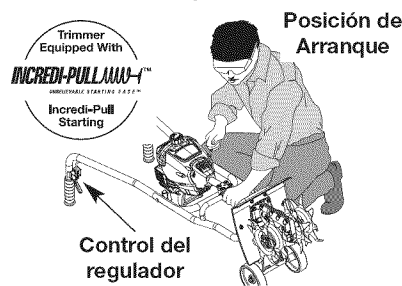

Fig. 8
4. Colóquese en la posición de arranque (Fig. 8) y hale el cordón de arranque con energía hasta que el motor arranque. Espere 10 a 15 segundos, entonces exprima la válvula reguladora para controlar el corte o la velocidad que sopla.